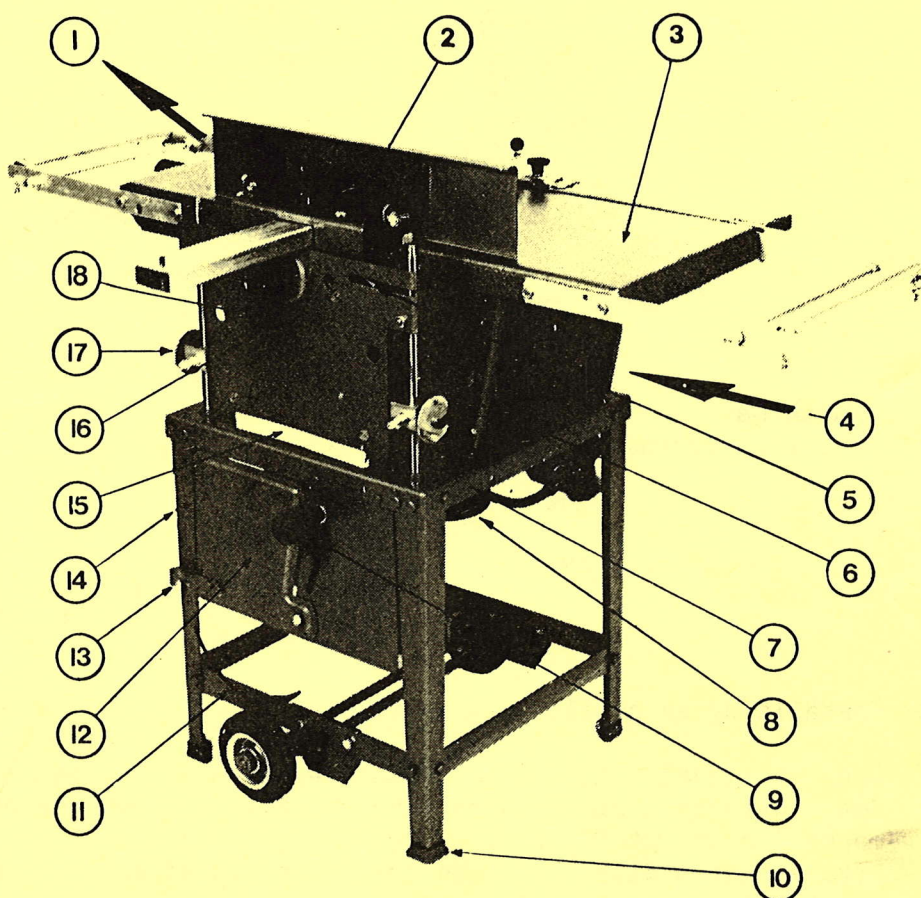

Fig 2
- 4.0.0 Inställning för planhyvling (Fig. 2)
- 1.4.1 Transportsäkringarna till remspänningsanordningen. Fig. 2 - nr 9 skall tas bort och ersättas av bifogade handtag.
- 1.4.2 Skyddsklaffen monteras enligt Fig. 2 - nr 12. Den skall fästas så att den kan låsas i horisontalläge och ändå kunna svängas upp vid t.ex. rembyte. Använd sexkantskruv, underläggsbricka och stoppmutter.
#### 4.0.0 INSTÄLLNING FÖR PLANHYVLING Fig. 2
Tag bort växelskyddet (19, Fig. 2). Kontrollera -och justera vid behov - drivremmen för matningsväxeln. Rengör främre hjulparet och drivkedjan från större träpartiklar. Inolja lätt.
Tag bort frontplattan (11) och växelskyddet (19, Fig. 2). Rengör växeln från träspån som trängt in och torka bort gammalt fett. Efter rengöring inoljas delarna på nytt. Smörj också främre hjulparets lagring genom att droppa lite olja mellan hjulsatserna. Kontrollera drivremmens spänning. Justera vid behov.